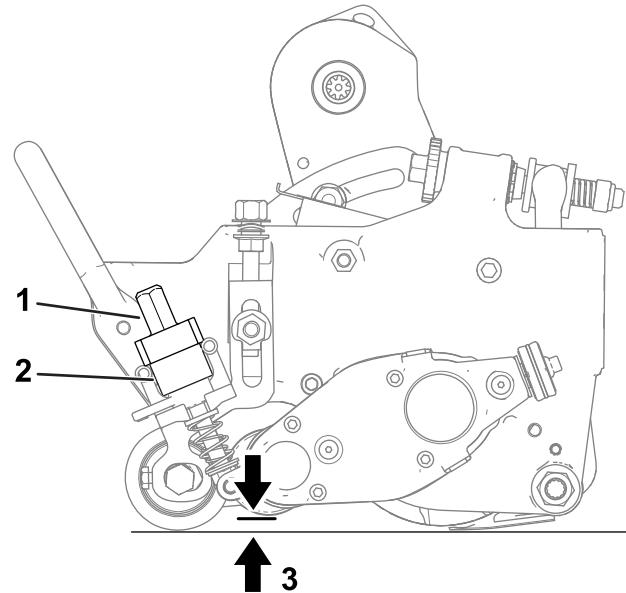

Figura 19
- A. Asegúrese de que las palancas de elevación rápida (Figura 19) se encuentren en la posición de FUNCIONAMIENTO (es decir, la palanca apunta hacia la parte delantera de la unidad de corte).
- B. En el extremo del molinete groomer, mida la distancia entre la punta más baja de la cuchilla del groomer hasta la superficie de trabajo (Figura 19). Gire el pomo del regulador de altura (Figura 19) para elevar o bajar la punta de la cuchilla del groomer a la altura deseada.